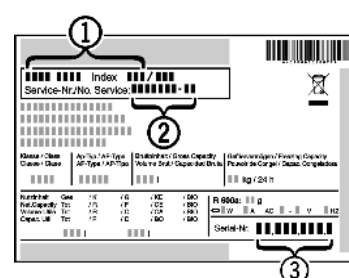

Fig. 7
- ▶ Odczytać z tabliczki znamionowej oznaczenie urządzenia Fig. 7 (1), nr serwisowy Fig. 7 (2) oraz numer seryjny Fig. 7 (3). Tabliczka znamionowa znajduje się po lewej stronie wewnątrz urządzenia.
- ▶ Poinformować serwis i podać opis zaktócenia, oznaczenie urządzenia Fig. 7 (1), nr serwisowy Fig. 7 (2) oraz numer seryjny Fig. 7 (3).